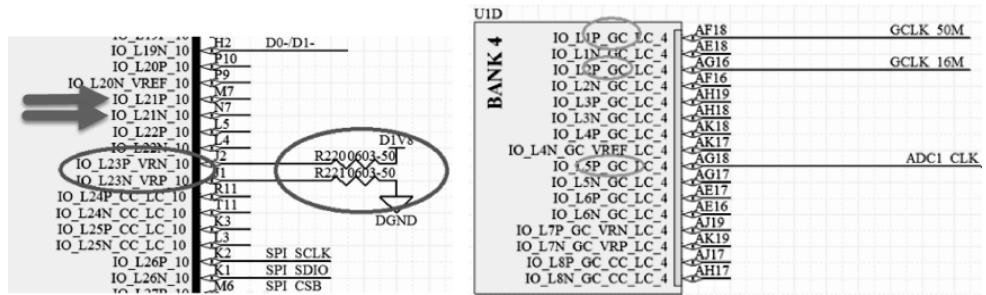

图 12-1 FPGA 管脚调整的注意事项
(1) 如图 12-1 所示，当存在 VRN/VRP 管脚连接上/下拉电阻时，不可以调，VRN/VRP 管脚提供一个参考电压供 DCI 内部电路使用，DCI 内部电路依据此参考电压调整 I/O 输出阻抗与外部参考电阻 R 匹配。
(2) 一般情况下，相同电压的 Bank 之间是可以互调的，但部分客户会要求在 Bank 内调整，所以调整之前要跟客户商量好，以免做无用功。
(3) 做差分时，“P”“N”分别对应正、负，相互之间不可调整。
(4) 全局时钟要放在全局时钟管脚的 P 端口，不可随便调整。